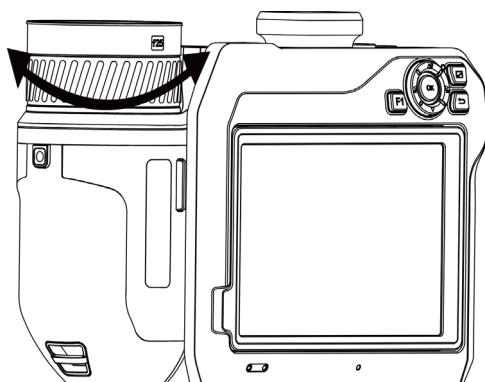

図3-1 レンズのフォーカス
- 3.フォーカスリングを時計回りまたは反時計回りに調整します。図 3-1 を参照してください。